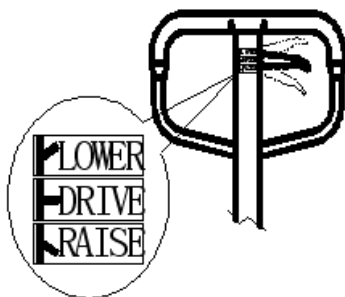

Рисунок 3. LOWER: опускание – положение опускания; DRIVE: движение – среднее положение;
Вы можете видеть маленькую ручку управления (119) над ручкой на ручной тележке для транспортировки грузов на поддонах. Ее можно переводить в три положения (см. рисунок 3). После окончания работы ее необходимо перевести в положение Middle (среднее). Эти три положения были настроены соответствующим образом перед отправкой с завода. Если при аварийной ситуации происходят изменения, вы можете перезагрузить их в соответствии со следующими шагами: